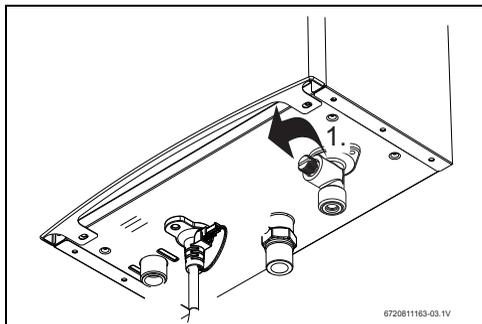

Fig. 9 Tornillo de purga
- ▶ El aparato no deberá instalarse en lugares cuya temperatura ambiente pueda ser inferior a 0 °C. En caso de que exista riesgo de congelación, desconecte y purgue el aparato (→Fig. 9).